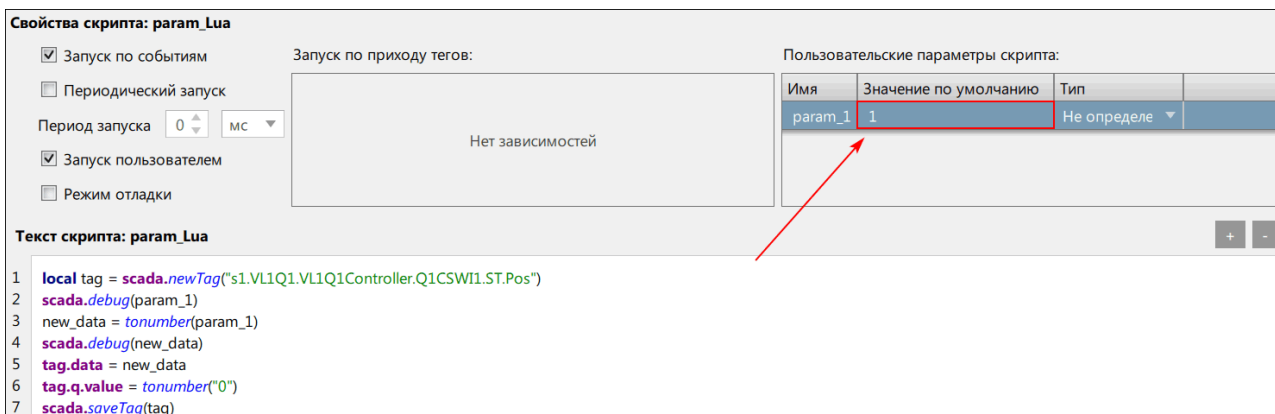

Рисунок 166 - Значение по умолчанию
4. Назначьте значение по умолчанию (Рисунок 166).